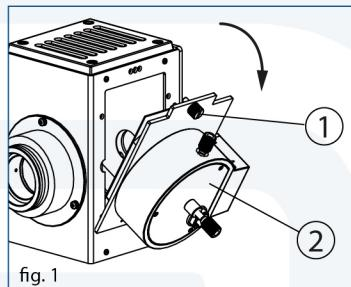

fig. 1
- (Fig. 1) Afloje completamente el tornillo de bloqueo (1) utilizando una moneda o una herramienta similar, girelo unos 45° y retire el portalámparas (2)
- (Fig. 1) Introducir el portalámparas (2) en su cavidad y apretar el tornillo (1)